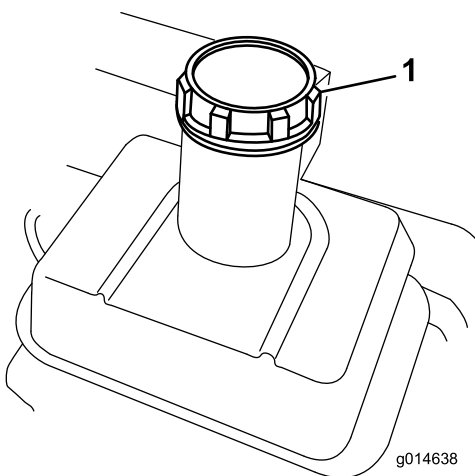

図 15
1. 燃料キャップ（図 15）の周囲をきれいに拭いてキャップ外す。